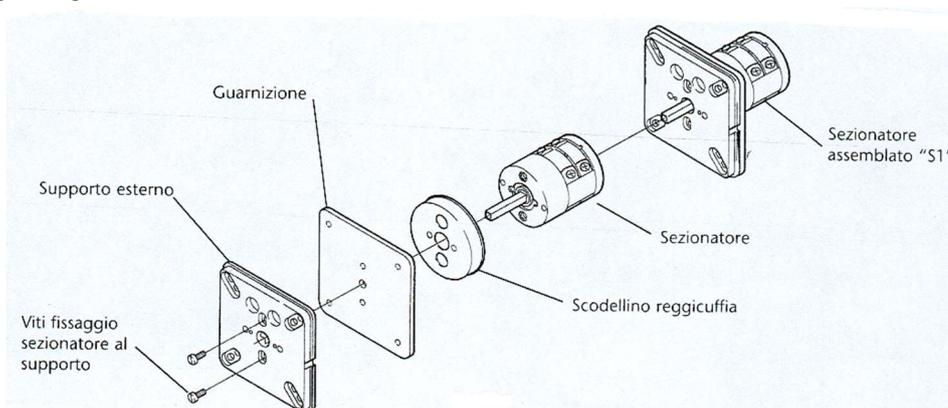

fig. 58
4. Monte el seccionador como en fig. 58, ensamblando los componentes 1-2-3-4-5.